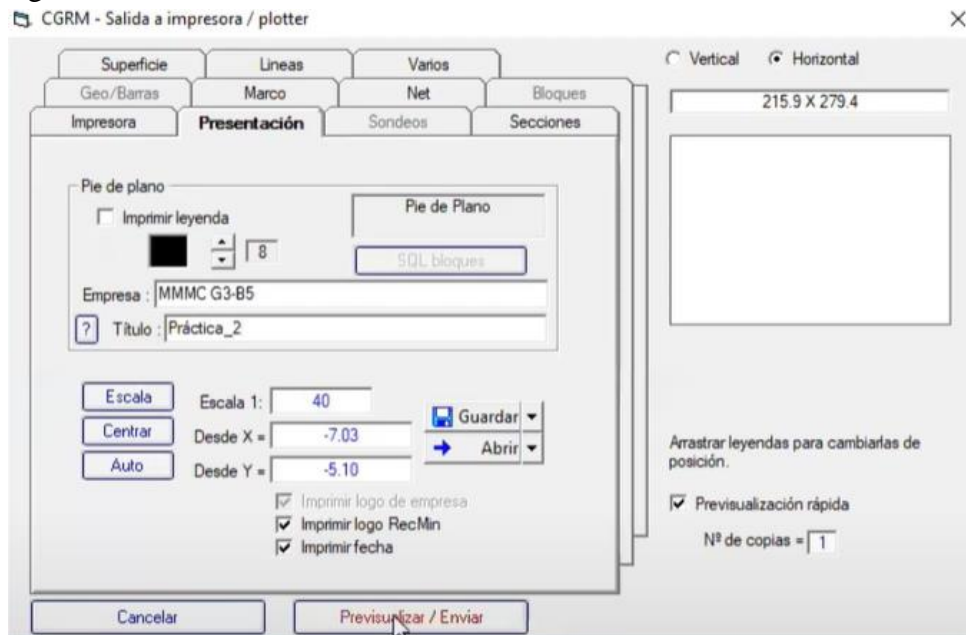

Figura 195. Importación del archivo.
52. Seleccionar la opción “Horizontal”, ajustar la escala, centrar el dibujo. En el apartado “Empresa”, introducir el nombre de la materia, el grupo y el número de la brigada. En el apartado del “Título”, introducir el nombre del plano. Previsualizar e imprimir como archivo “.pdf”. Figura 195.